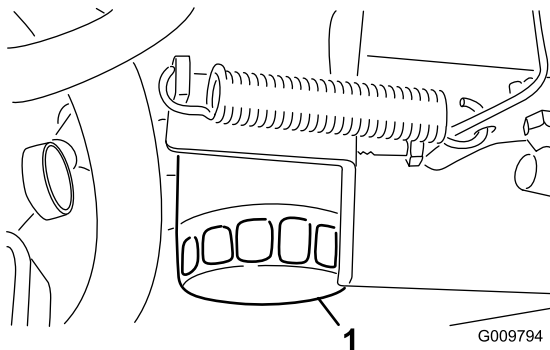

Bild 48
3. Entfernen Sie den Ölfilter (Bild 48).